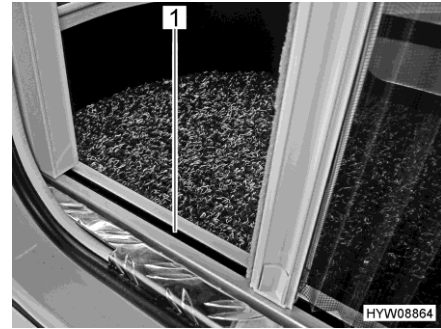

Fig. 58 Protección contra insectos (guía inferior)
- ▷ Agarrar el agarradero con ambas manos para cerrar y abrir. De este modo, se reduce el riesgo de que la protección contra insectos quede agarrotada en las guías (Fig. 58,1).